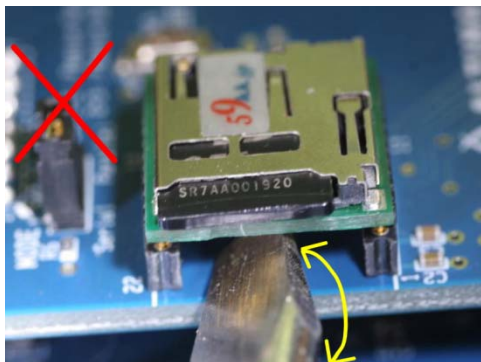

図 11.2 取り外しの悪い例
- ・ ドライバ等で取り外す場合、図 11.2 のようにモジュール下への差し込みが十分でない場合、図 11.1 の赤枠の部分に作用点が働いてしまうとチップ部品を破損してしまいます。